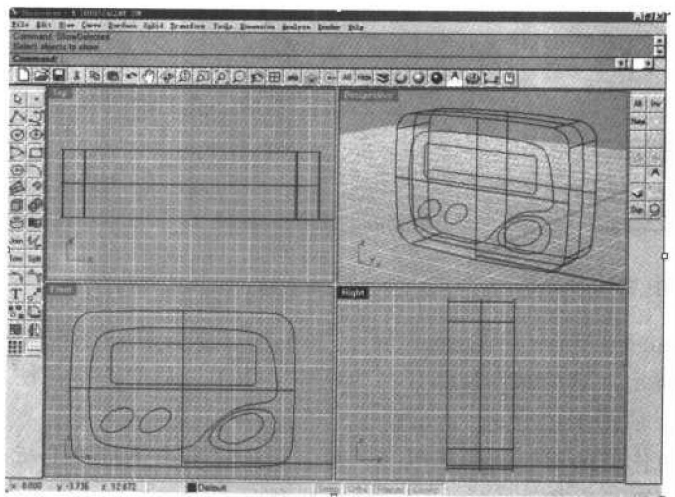

图 1.13 拉伸曲线 1 建立机身
- (1) 双击“Front”字样，恢复视图。单击 **Extrude Straight** (直线拉伸) 工具，用鼠标左键在 Front 视图中选择寻呼机外轮廓线 (曲线 1)，单击鼠标右键确定，如果这时命令栏里的“Direction Cap”是在“**Yes**”的状态，在命令栏中输入字母“C”，该命令的作用是使拉伸出来的物体自动加盖封闭，使其为一封闭的实体。换到 Right 视图，在图 1.13 所示的位置单击鼠标左键完成寻呼机的外框拉伸。
提示：如果当前操作视图左上角的标识是蓝底白字的，如图 1.13 所示。其他 3 个视图的标识则是灰底白字。